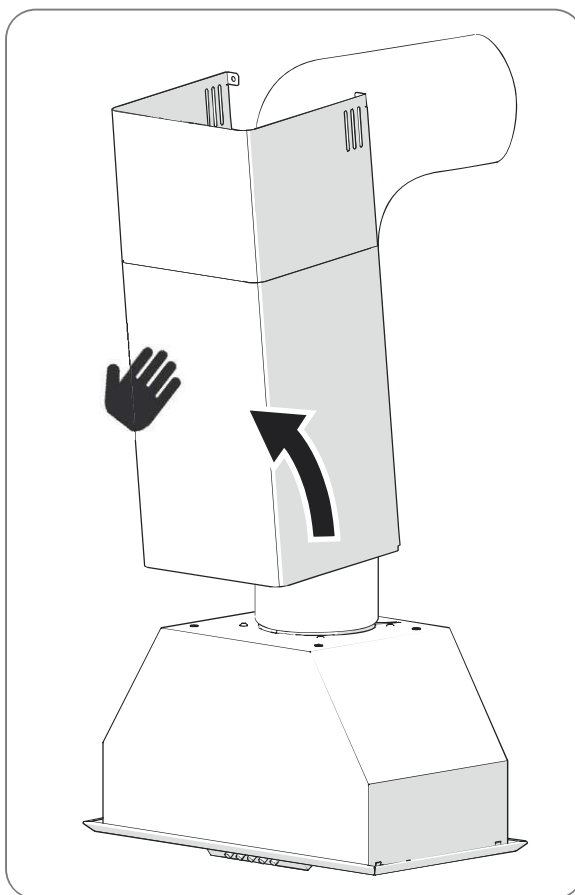

Fig. 4.2
- 11) - Rimontare la copertura del camino della cappa (avvitando eventuali viti di fissaggio, vedi anche Fig.4.2).